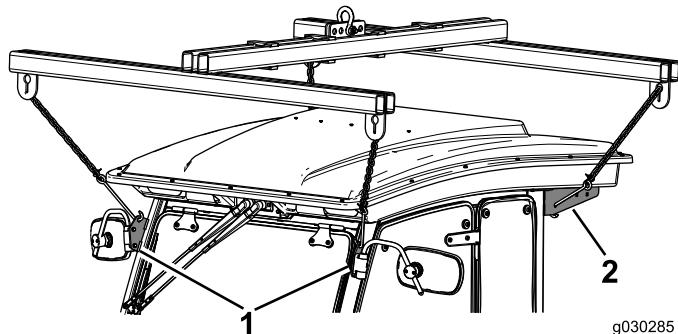

Figura 21
- Conecte la grúa de la cabina a los 4 puntos de izado de la cabina (Figura 21).